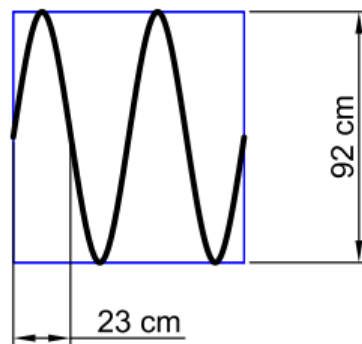

Figura 4. Zona central de cubierta
- En la zona central de cubierta, se colocarán un mínimo de 4 cordones por metro quedando una distancia máxima de 23 cm entre cordones. Ver figura 4.